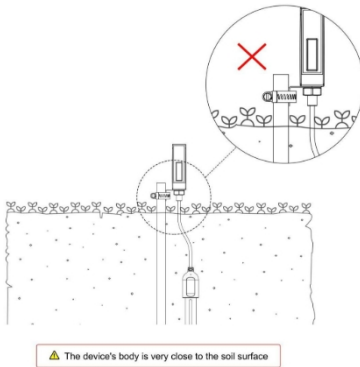

Abbildung 30: Das Gehäuse des Geräts befindet sich sehr nahe an der Bodenoberfläche
- ✗ Das Gehäuse des Geräts befindet sich sehr nahe an der Bodenoberfläche, und der Abstand beträgt weniger als 20 cm, wie in Abbildung 30.